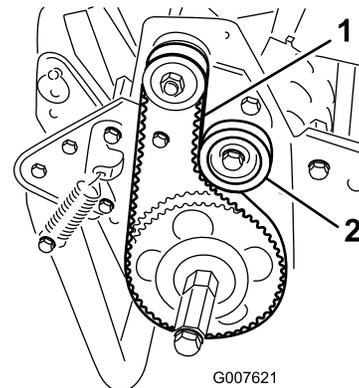

図 37
2. プーリ間の中央部で 図 37、1822N (1.82.3kg) 程度の力でベルトを指で押して張りを点検する。
- A. アイドラ・プリー固定ナットをゆるめ、プリーをベルトの背に押しつけて、適当な張りを出す **図 37**。